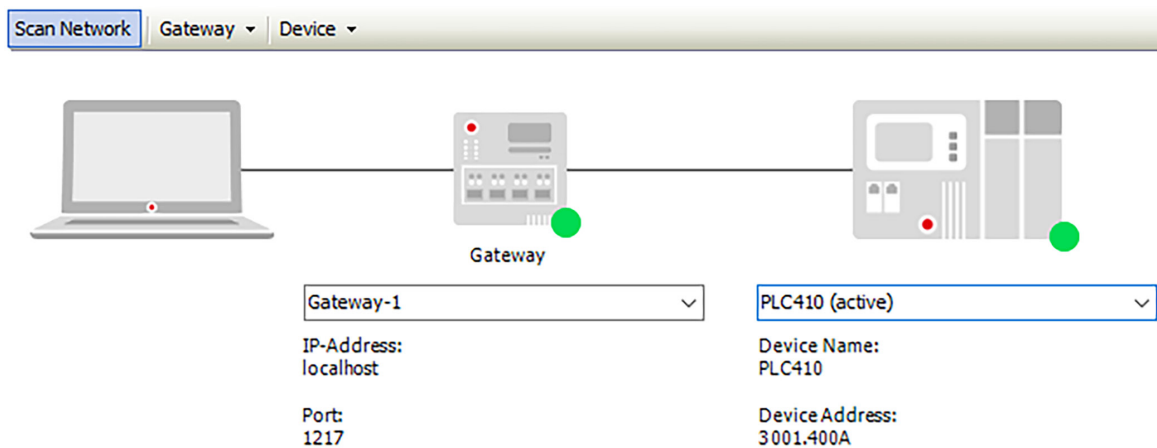

Figura 14.3: Dispositivo pronto para programação
- 6) O dispositivo estará pronto para a programação quando aparecer **PLC410 (active)**, juntamente de uma sinalização verde logo acima do nome do dispositivo, conforme mostra a Figura 14.3 na página 14-3.